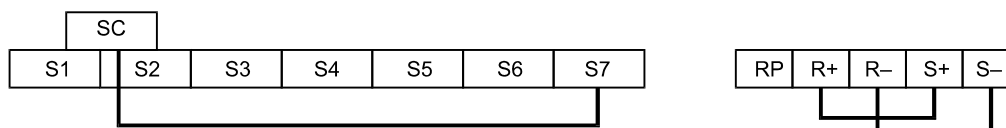

Рис. 6.54 Подключение клемм интерфейса связи для самодиагностики
3. Подключить цепи в соответствии с Рис. 6.54.